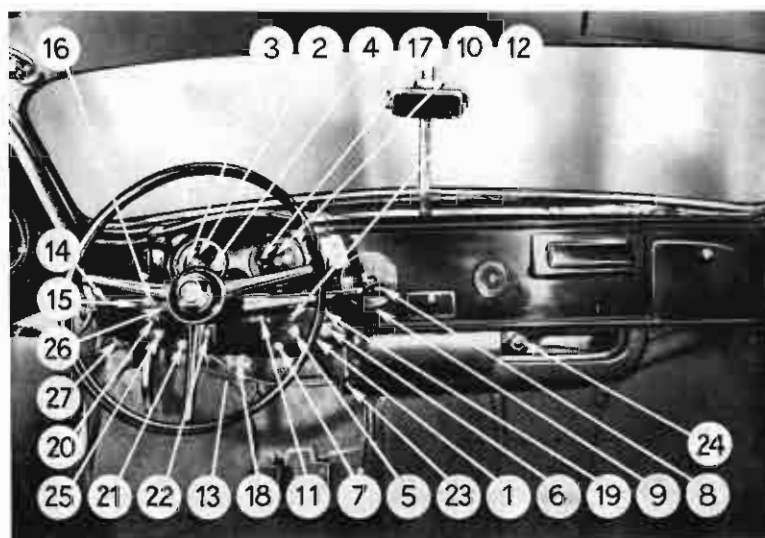
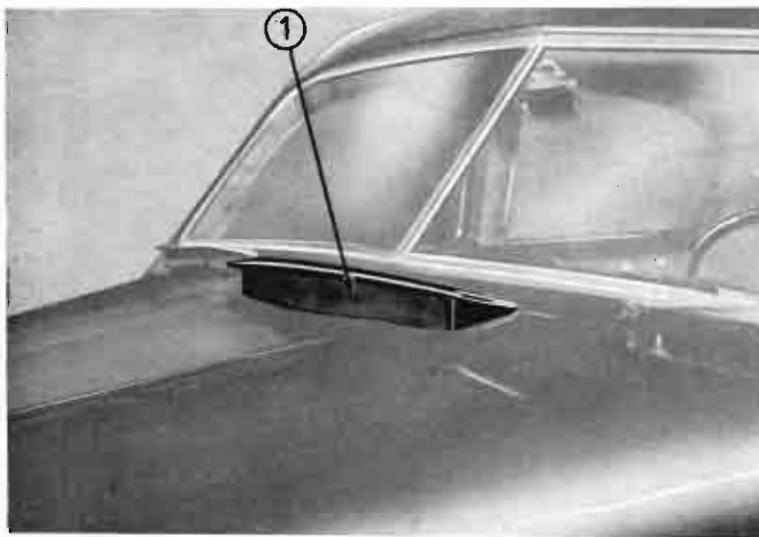

Fig. 8
Fig. 10
Les organes de commande et de contrôle sont groupés sur le tableau de bord (fig. 8) à l'exception des pédales de débrayage, d'accélérateur et de freins.
Le contact est mis à l'aide d'une clef (1) (fig. 8), il allume un voyant (2) (Huile) et met en action la jauge à essence (3); l'ampèremètre (4) doit indiquer une légère décharge.
Commande des vitesses. — Située sous le volant, elle comporte un levier principal (8) et un levier auxiliaire (9) (fig. 8), voir aussi (fig. 37).
Par temps très froid, comme il subsiste une légère circulation vers le radiateur, la température d'eau dans le moteur peut être insuffisante. Il a été prévu de fournir, sur demande, un dispositif de régulation commandée. Il est composé d'un rideau se déroulant devant le radiateur, ainsi que d'un thermomètre placé en face de l'indicateur « Huile ». La manœuvre se fait de la place du conducteur. En tournant la roulette (18) (fig. 8) comme un remontoir de montre, on lève le rideau. La descente est obtenue en appuyant sur le cliquet situé au-dessus de la roulette.
L'entrée de l'air est assurée par un volet (1) muni d'un grillage interdisant l'entrée des insectes (fig. 10). Un levier (23) commande l'ouverture de ce volet (fig. 8).
Par temps froid, on utilise l'eau chaude du moteur que l'on fait circuler à travers un radiateur placé dans le circuit d'air frais pris à l'extérieur par le même volet (1) (fig. 10).
L'ouverture d'un robinet (24) déclenche la circulation de l'eau chaude (fig. 8).
Ouverture du capot. — Tirer la tirette (27) (fig. 8) située au-dessous et à gauche de la planche de bord, le capot s'entrebaille mais est encore accroché par un crochet de sécurité (1) (fig. 11). Par l'entrebaillement, passer un doigt et dégager le crochet en poussant. Lever ensuite le capot qui reste maintenu par des ressorts.